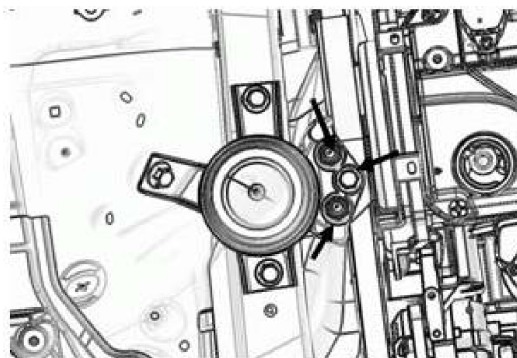

图 7
2.6.1 拆下发动机右悬置总成与发动机连接的 2 个螺母及 1 个螺栓（如图 7 所示）。
2.10.2 将发动机右悬置安装支架与发动机凸缘螺栓上的两个螺母及 1 个螺栓打力矩为 85 N.m（如图 7 所示）